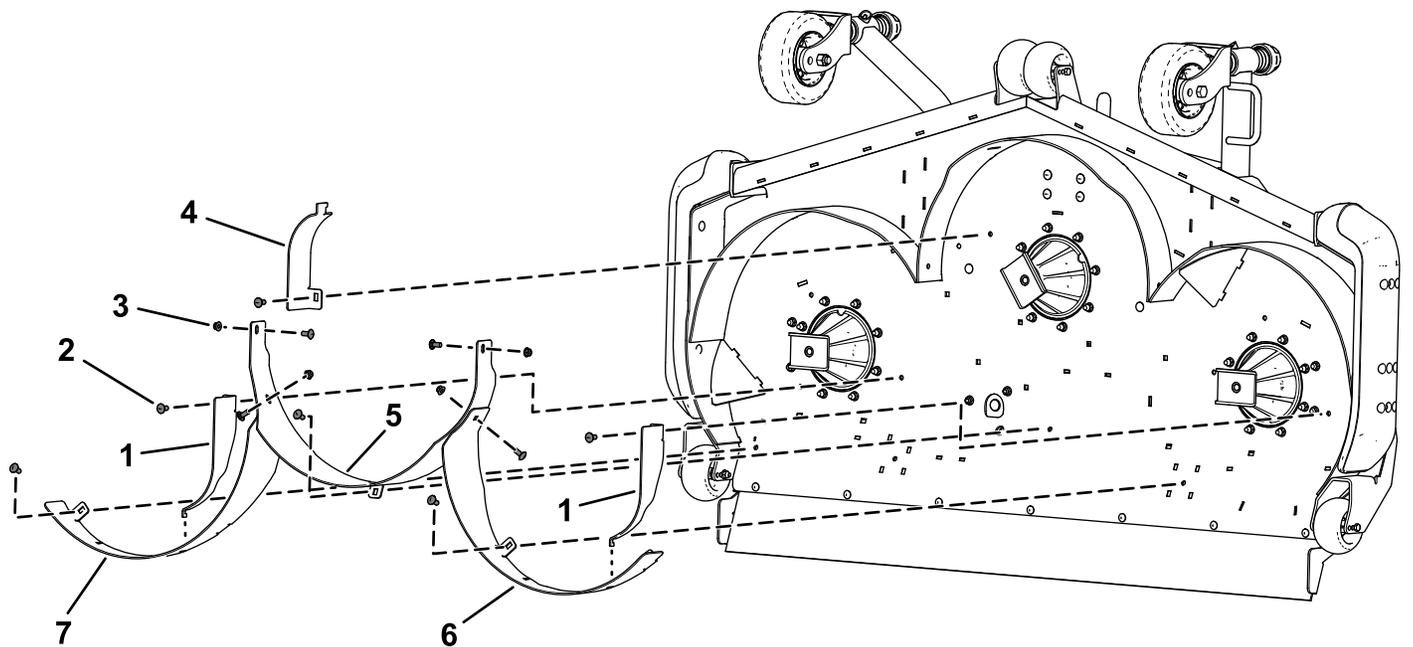

図7
1. 右後バッフルを刈り込みデッキに仮止めするキャリッジボルト2/8 x 7/8"3本とロックナット2/8"3個を使用して図7のように取り付ける。
2. 左後バッフルを刈り込みデッキに仮止めするキャリッジボルト2/8 x 7/8"3本とロックナット2/8"3個を使用して図7のように取り付ける。
3. 中央後バッフルを刈り込みデッキに仮止めするキャリッジボルト3/8 x 7/8"3本とロックナット3/8"3個を使用して図7のように取り付ける。
4. 中央後バッフルを右後バッフルと左後バッフルに仮止めするキャリッジボルト3/8 x 7/8"2本とロックナット3/8"2個を使用して図7のように取り付ける。
5. サイドキッカーバッフル2枚とセンターキッカーバッフルを仮止めするキャリッジボルト3/8 x 7/8"3本とロックナット3/8"3個を使用して図7のように取り付ける。